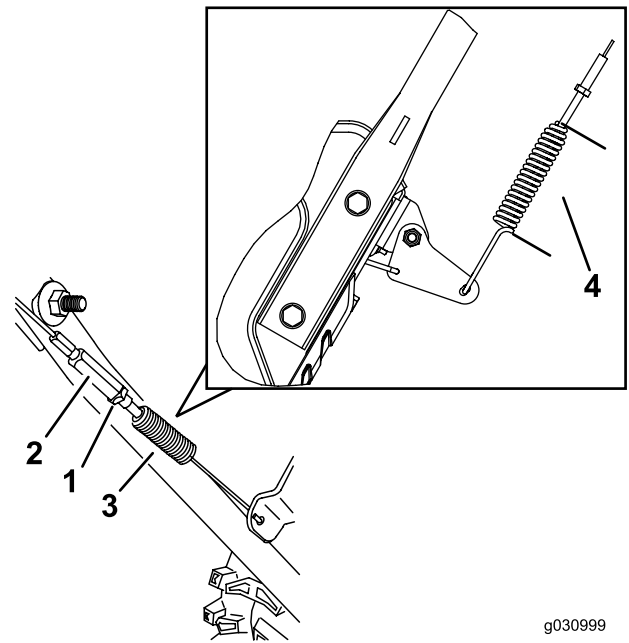

Figura 29
3. Allentate o serrate il tornichetto per regolare la lunghezza della molla a 5,5 cm, come illustrato nella Figura 29.
4. Serrate il controdado (Figura 29) assicurandovi che vi sia una leggera tensione sul cavo.